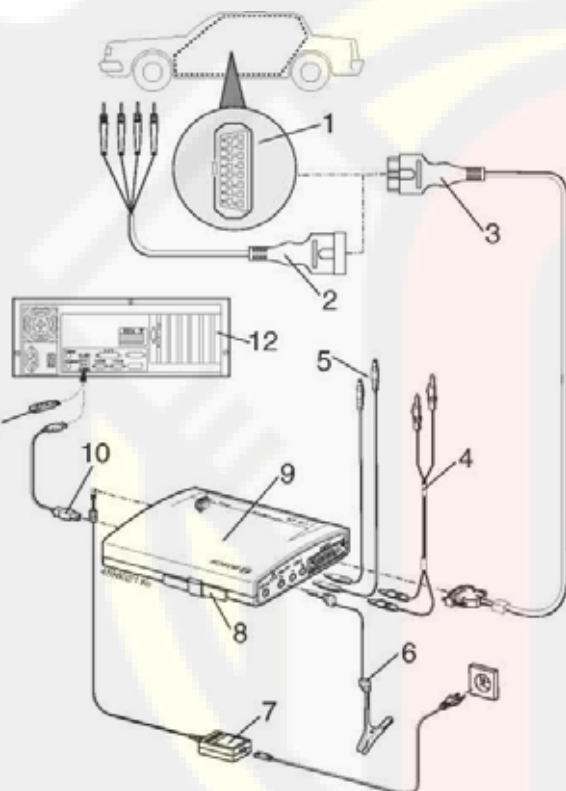

Рис. 3. Схема электрических соединений на примере KTS 570:
Сменная вставка 8 (рис. 3) обладает всеми известными в настоящее время возможностями для того, чтобы осуществлять коммуникацию с диагностическими интерфейсами транспортных средств. Гибкость при приспособлении будущих расширений для проведения диагностических протоколов достигается благодаря тому, что сменную вставку можно поменять быстро и без инструментов.
- диагностического провода встроенной диагностики (OBD) **3** (рис. 3)
- диагностического провода встроенной диагностики (OBD) и дополнительно через соединительный кабель UNI (интерфейс «пользователь–сеть») **2** (рис. 3),